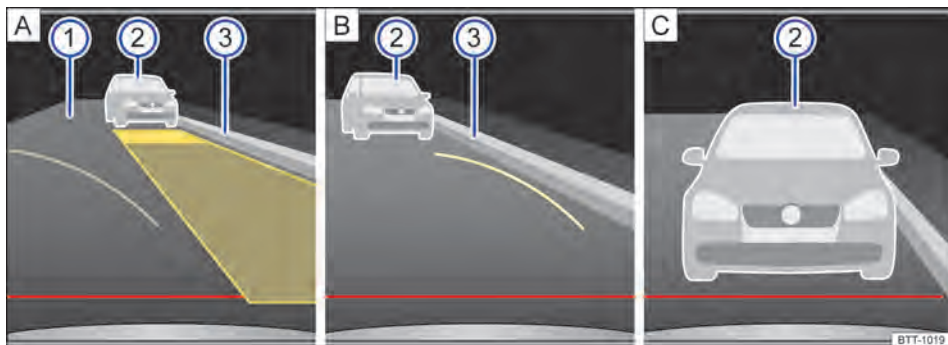

Fig. 164 Exibição do display do rádio ou do sistema de navegação: câmera de marcha a ré, modo 2 ligado.
Legenda para a representação esquemática Fig. 164:
6.	Se necessário, corrigir a posição o veículo, de modo que a superfície de auxílio amarela exibida coincida com a limitação lateral ③ da vaga selecionada (por exemplo, meio-fio) e termine antes de uma limitação traseira ②, por exemplo, um veículo que está estacionando ⇒ Fig. 164 A].
9.	Para o veículo quando a guia amarela curva encostar na limitação lateral ③ da vaga de estacionamento desejada B] e girar o volante até o batente no sentido oposto.
10.	Continuar lentamente em marcha a ré até o veículo estar paralelo à pista ① na vaga de estacionamento.
11.	Parar o veículo o mais tardar ao atingir a guia vermelha horizontal de limitação traseira, por exemplo, o veículo que está estacionando ② C].